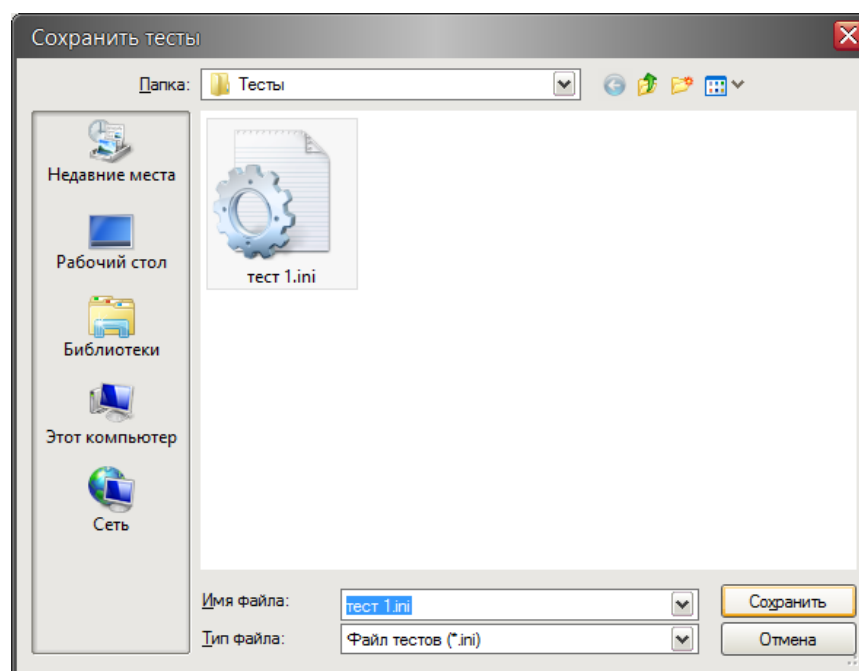

Рисунок 17 – Сохранение теста в файл на компьютере
21. Сохранить тесты в виде файла на диске компьютера. Для этого в меню «Файл/Сохранить тесты» задать имя файла теста (рисунок 17).